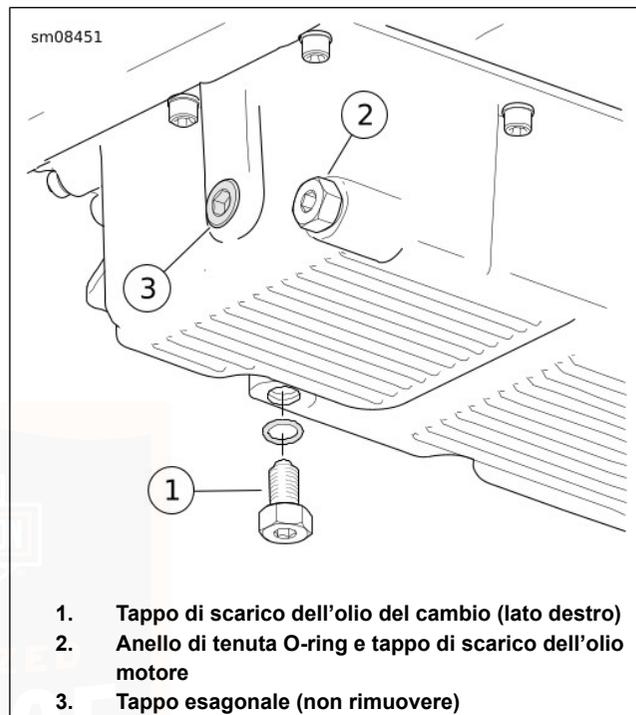

Figura 64. Coppa dell'olio
2. Vedere Figura 64. Rimuovere il tappo di scarico dell'olio del cambio. Scaricare l'olio del carter della catena della trasmissione primaria.